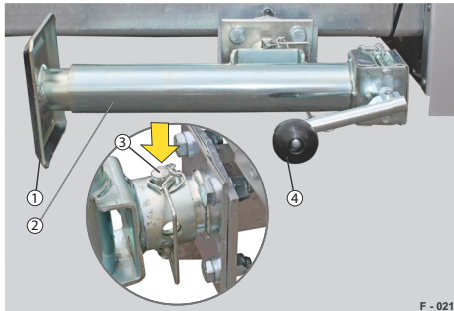

Abb. 37 Fahrstellung
- ▶ Stellfuß (Abb. 37/1) mit der Kurbel (Abb. 37/4) komplett hochkurbeln.
- ▶ Steckbolzen (Abb. 37/3) herausziehen.
- ▶ Stütze (Abb. 37/2) langsam hochschwenken.